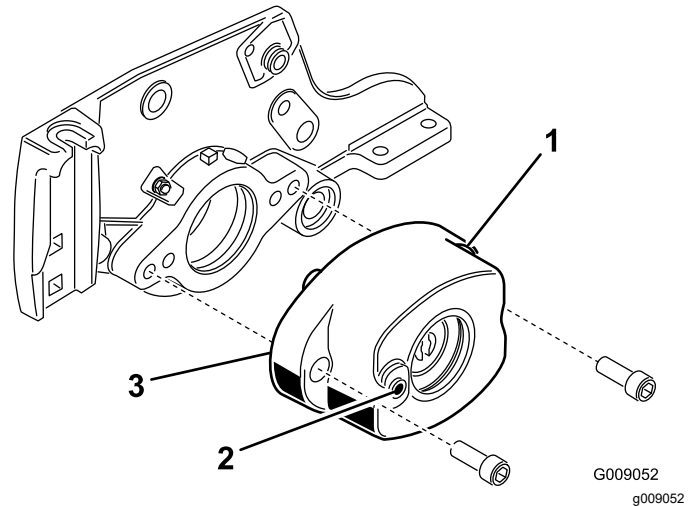

Bild 6
6. Montieren Sie das Rollenbürstengehäuse mit zwei Inbusschrauben (3/8 x 1") am Spindellager (Bild 6). Das Rollenbürstengehäuse sollte so positioniert sein, dass das Gewindeloch zur Front der Schneideinheit zeigt.